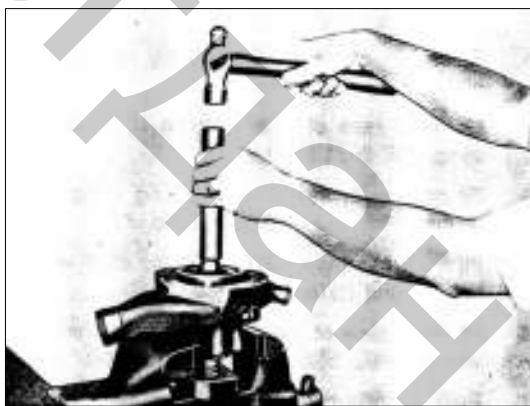

РИС. 152
7) Установите наружное кольцо наружного подшипника, используя оправку 2654 5890 3503 и рукоятку 2640 5890 3511 (рис. 152).